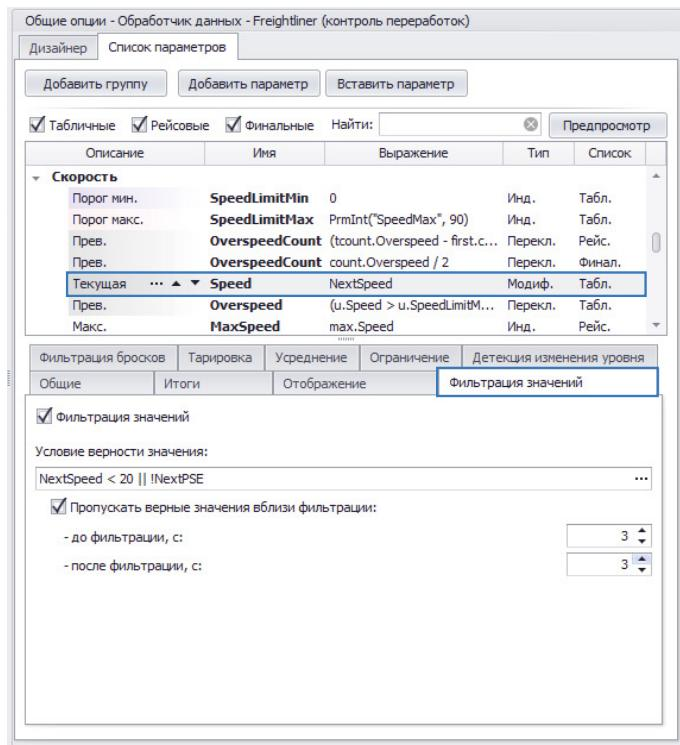

Рис.93. Фильтрация значений.
**Фильтрация значений доступна только для модифицируемых параметров.** Для настройки фильтрации значений необходимо выбрать модифицируемый параметр и перейти на вкладку «Фильтрация значений». Затем на этой вкладке необходимо включить опцию «Фильтрация значений» (Рис.93).
**Условие верности значения** – это логическое выражение, при выполнении которого значение модифицируемого параметра считается верным. На Рис.93 приведен пример выражения, по которому скорость ТС считается неверной, если скорость ТС больше 20 км/ч и присутствует флаг возможной ошибки вычисления скорости (параметр NextPSE=1)